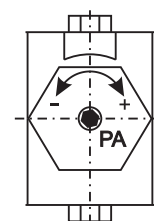

Рисунок 2.
2. Регулировочным винтом "РА" на торце доводчика (рисунок 2), используя таблицу 1, отрегулируйте мощность пружины.